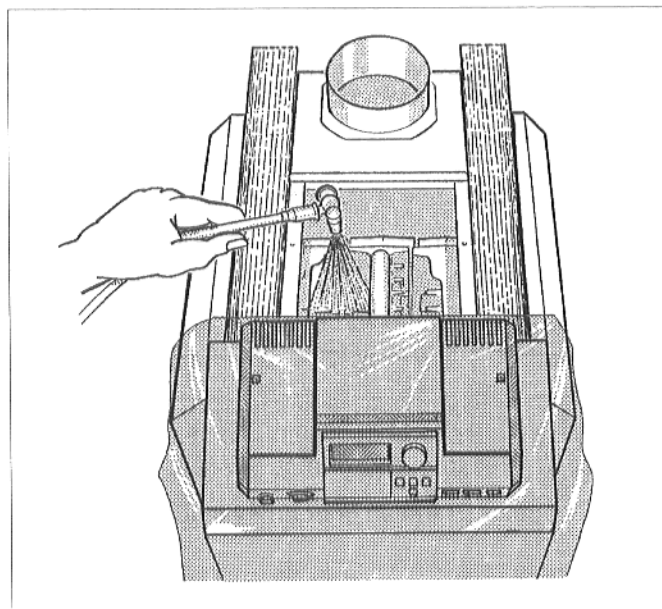

Fig. 36 : nettoyage par pulvérisation
- En cas de fortes incrustations, broser vigoureusement les carneaux collecteurs de fumées (fig. 36).
- Pulvériser régulièrement de bas en haut le produit de nettoyage dans les carneaux collecteurs de fumées (fig. 36).